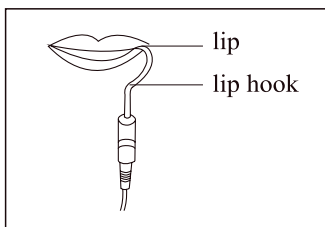

Bild 19
4.2.4 Häng läppkroken på läppen och se till att den kommer i kontakt med munslemhinnan som referenselektrod [Bild 19].